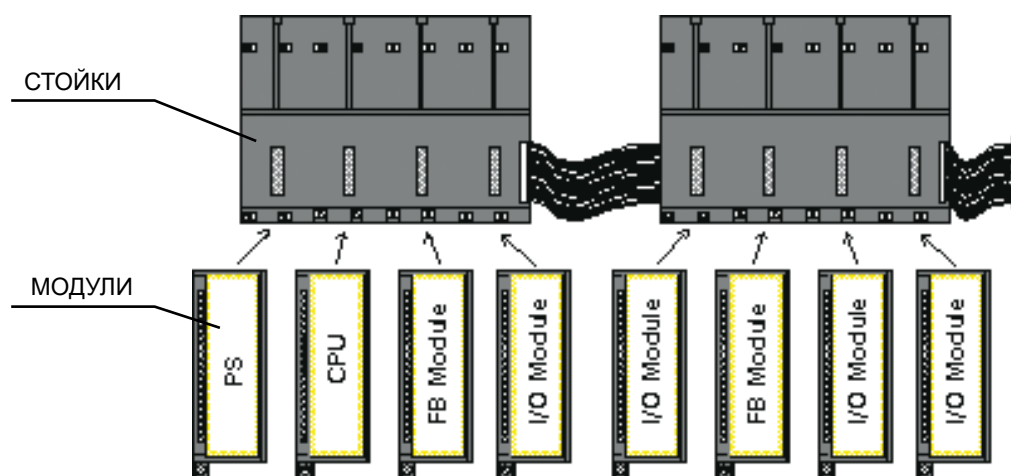

Рисунок 2.1 – Стойки и модули
Стойки можно соединять между собой для расширения системы. Каждая стойка имеет четыре (4) слота. Это означает, что каждая добавленная стойка позволяет разместить четыре (4) дополнительных модуля (см. рис. 2.1).